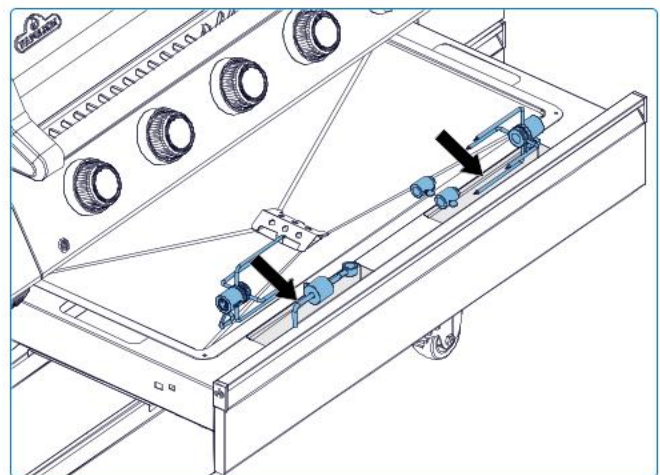

Abb. 10
- Bewahren Sie die Drehspießkomponenten in den vorgesehenen Halterungen im Unterschrank und den Spießstab an der Rückseite des Grills auf (**Abb. 10–11**). So bleiben alle Teile sicher, wettergeschützt und für den nächsten Einsatz griffbereit. Achten Sie darauf, dass sie vor dem Verstauen sauber und trocken sind, um Korrosion zu vermeiden.